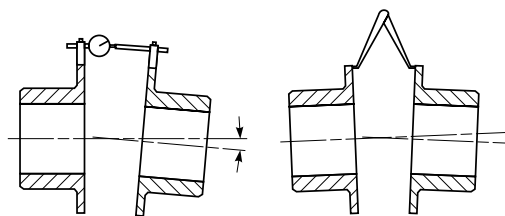

FIGURA 2
- D. **Alineación angular** – Monte un comparador mecánico firmemente sobre un cubo o eje para leer la cara de la otra brida del cubo como se muestra en la Figura 2. Gire ambos ejes al mismo tiempo asegurándose de que el espaciado axial del eje permanece igual. Ajuste el equipo colocando una cuña y/o moviéndolo a fin de que la lectura del comparador esté dentro de 0.002 pulgada por pulgada del diámetro de la brida de acoplamiento. Vea la Tabla 1.